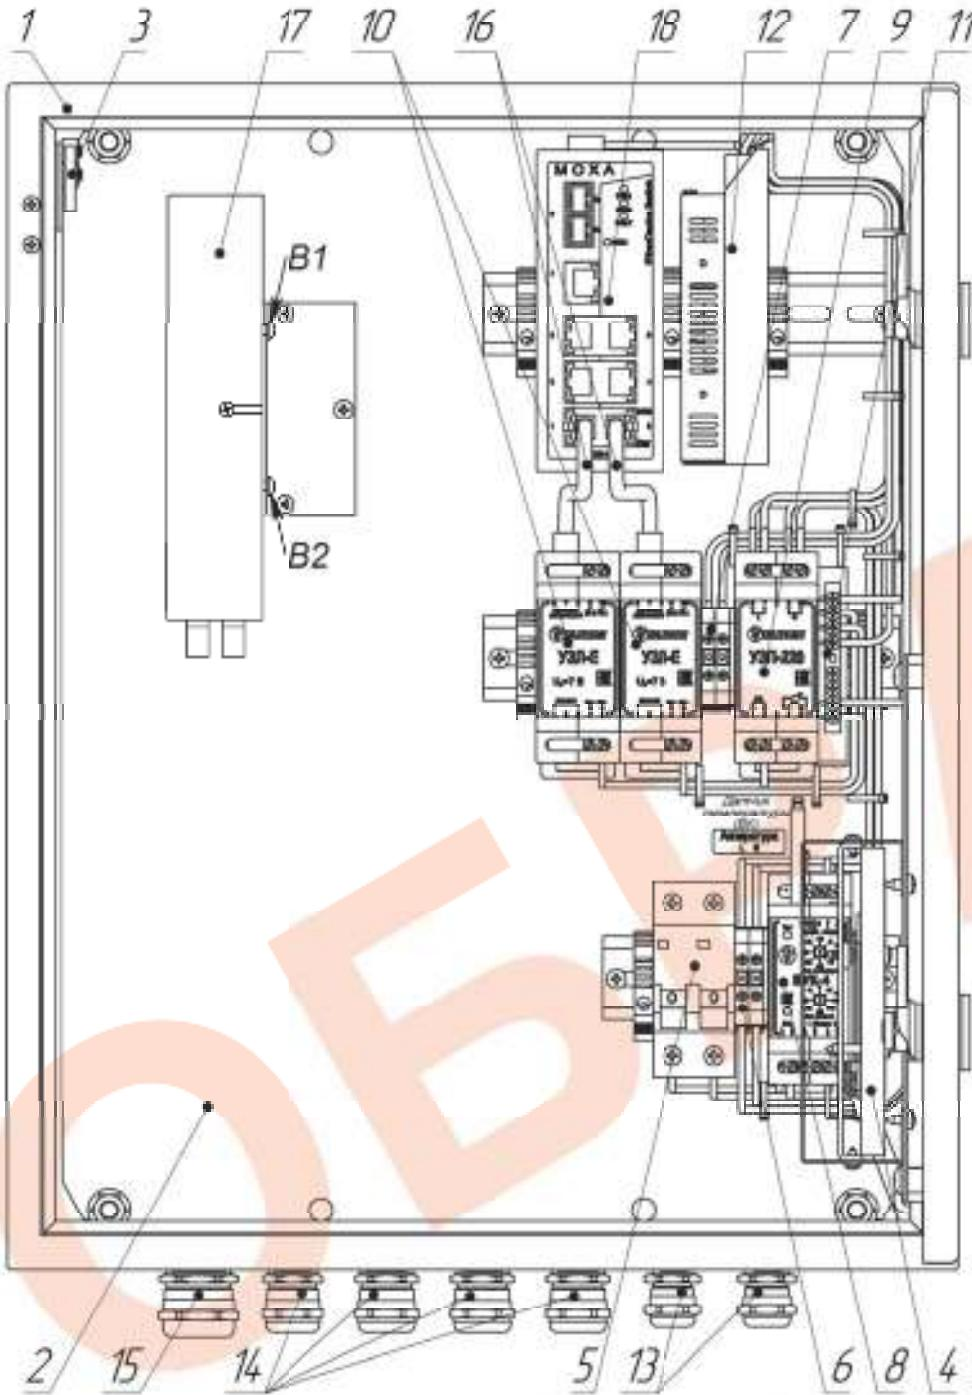

Рис. 1. Устройство термошкафа (дверь открыта на 90°)
- снять оптический кросс с кронштейна, ослабив крепежные винты B1 и B2 (рис.1);
6. При необходимости подключить тамперный контакт S2 (рис.1) к внешнему устройству сигнализации.
7. Подать напряжение питания 220В AC на автомат питания при этом фазный провод (L) соединить с контактом 1, нулевой провод (N) с контактом 3.